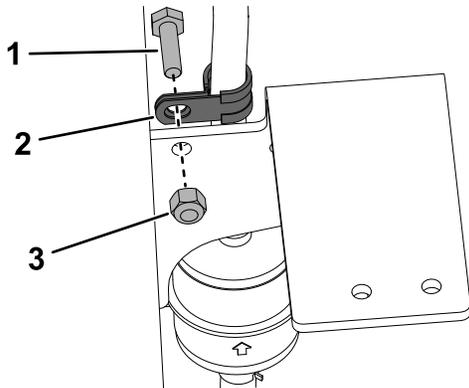

Figura 22
- Prenda o grampo em R na placa como se mostra na Figura 22.